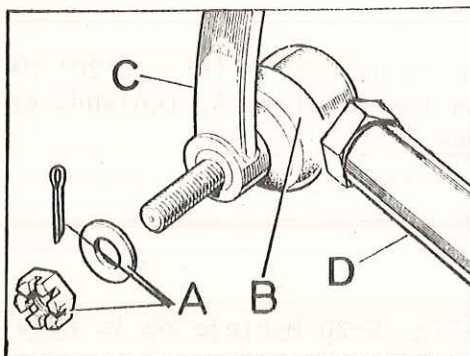

Fig. G-16 Fijación de la rótula
1.4. Quitar los elementos de fijación, A (Fig. G-16) de la rótula, B, en la barra longitudinal, D, a la bieleta de la caja de dirección, C.
- 2.3. Introducir el conjunto de la barra a lo largo de la parte superior del larguero del bastidor, y fijar la rótula, B (Fig. G-16) a la bieleta, C, de la caja de dirección, apretando la tuerca de la rótula con una tensión de 4 -- mkg y frenándola con su pasador.